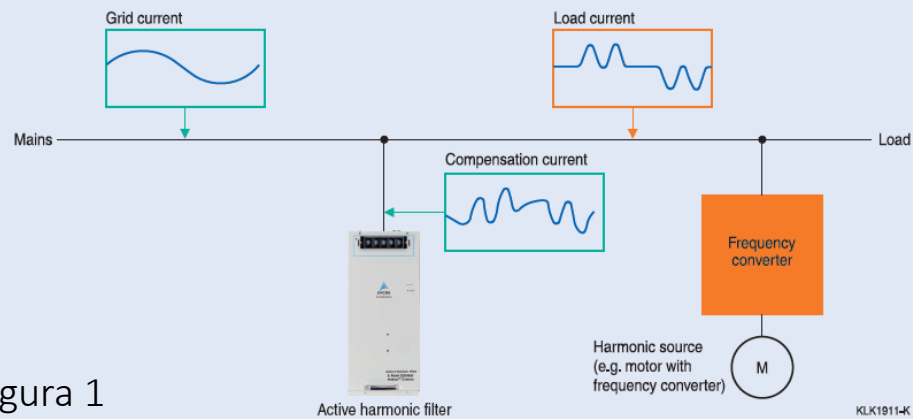

Figura 1
- Los Filtros Activos se instalan en paralelo con las cargas eléctricas no-lineales. El filtro activo analiza la corriente de fase junto con las armónicas asociadas generando una corriente de compensación de corriente la cuál neutraliza las corrientes de armónicas creando una forma de onda prácticamente sinusoidal (ver Figura 1).